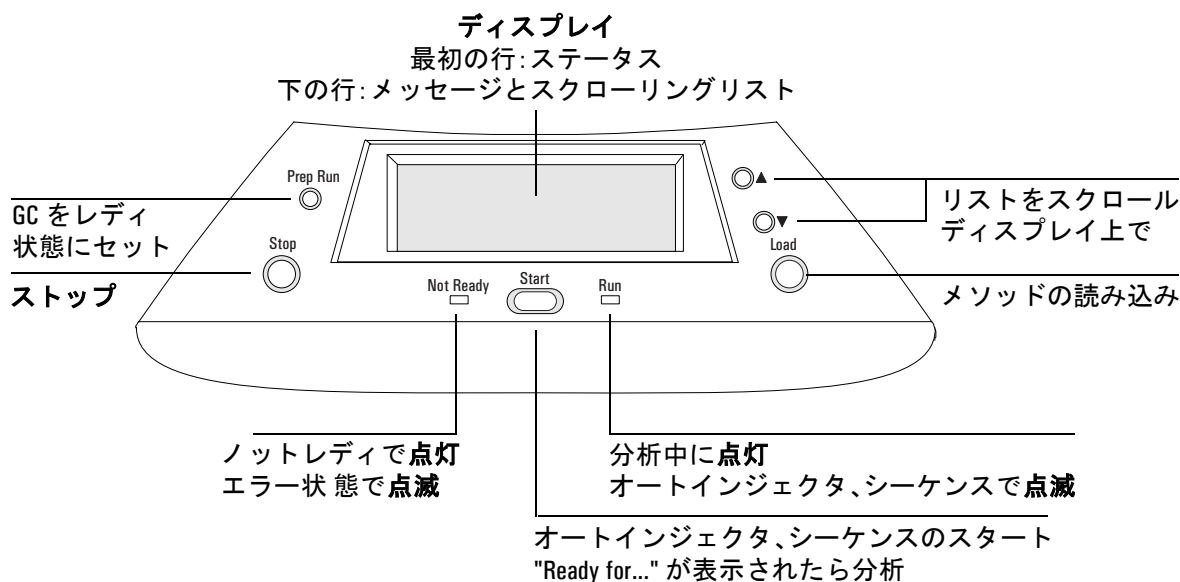

図 1. ディスプレイとキーパッド
6850 ガスクロマトグラフ (GC) はシングルチャンネルの装置で、図 1 に示すとおり、ひとつの注入口、ひとつのカラムオーブン、ひとつの検出器、シンプルなキーパッドとディスプレイがあります。